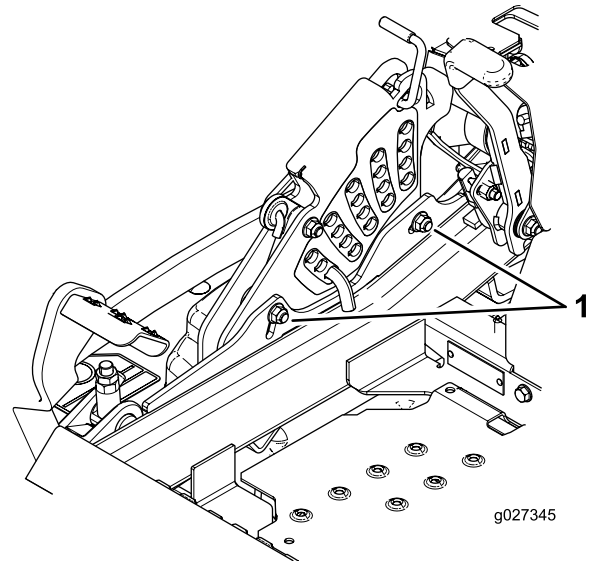

Figura 95
12. Para ajustar el sistema de ajuste de un solo punto, afloje los dos pernos situados cerca del borde inferior de la pletina de altura de corte. Consulte Figura 95.
- Apriete los 2 pernos en el borde inferior de la pletina de altura de corte (Figura 95). Apriételos a 18–23 N-m (27 a 33 pies-libra).